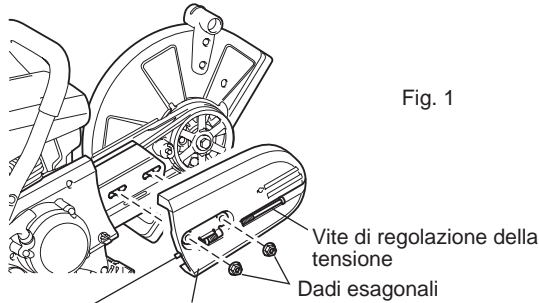

Fig. 1
- (1) Allentare il dado di serraggio e ruotare a sinistra la vite di regolazione della tensione fino a quando non diventa visibile l'estremità della vite. (Fig. 1)
- (2) Rimuovere i dadi di serraggio, quindi rimuovere il coperchio della cinghia. (Fig. 1)